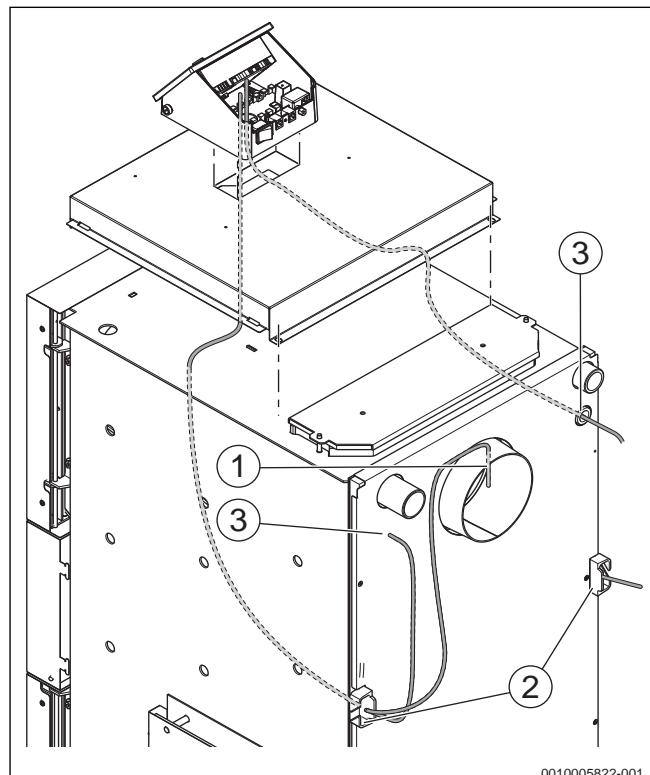

Рис. 29 Проведите кабель и провод датчика через крышку котла
- Проведите кабель и провод датчика через вырез в крышке котла (→ рис. 29).
- Проведите кабель для внешних подключений через держатель (→рис. 29, [2]) с обратной стороны котла.
- ▶ Выведите провод и капиллярную трубку датчика температуры котловой воды (FK) и предохранительного ограничителя температуры (STB) через держатель кабеля из котла.
- ▶ Заведите датчик температуры котла и предохранительный ограничитель температуры (→ рис. 29, [1], страница 21) в погружные гильзы [3] с обратной стороны котла.